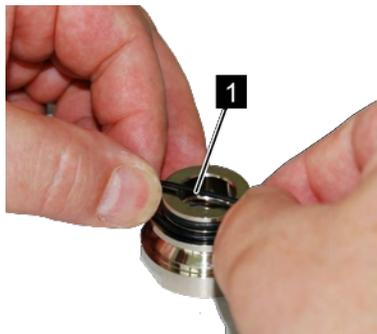
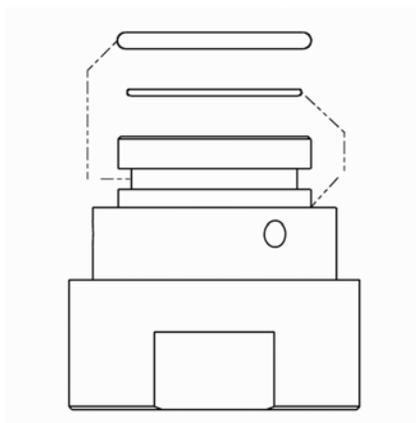

Abb. 41: O-Ring (Glaspuffer)
Abb. 42: Position der O-Ringe
1. O-Ring (Dichtung) vorsichtig auf die Verschraubung aufziehen (Abb. 40/1), so dass er im oberen O-Ringsitz der Verschraubung sitzt (Abb. 42). Dabei darauf achten, dass der O-Ring nicht überdehnt wird
2. O-Ring (Glaspuffer) vorsichtig auf die Verschraubung aufziehen (Abb. 41/1), so dass er im unteren O-Ringsitz der Verschraubung sitzt (Abb. 42). Dabei darauf achten, dass der O-Ring nicht überdehnt wird